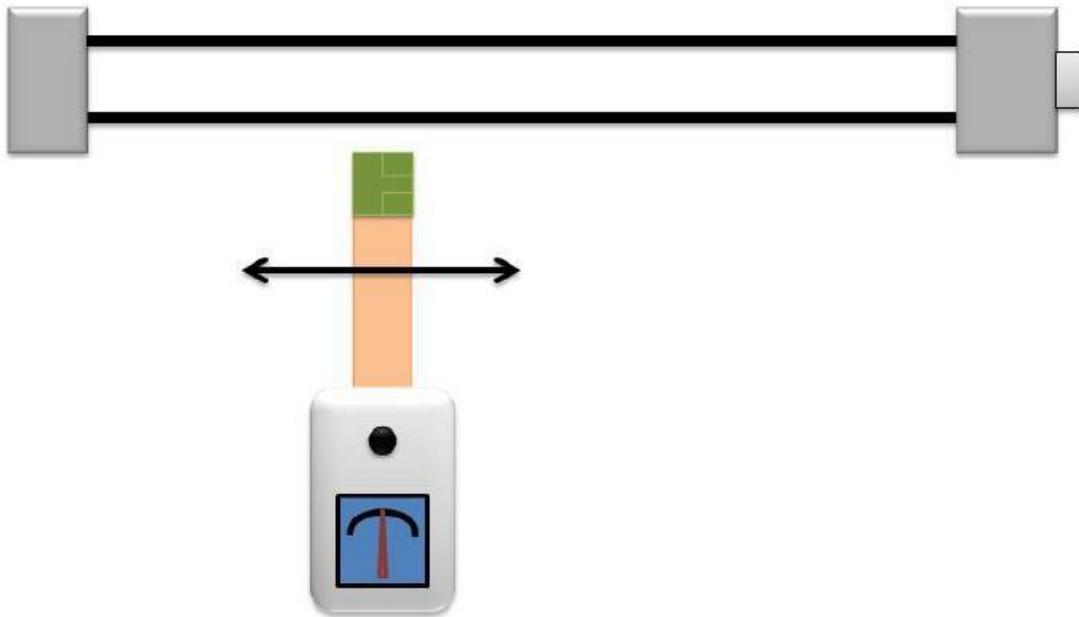

Figura 2: Mediciones de tensión.
- En cuanto a su uso, el medidor de tensión se deberá mover a través de la línea, pero **a un lado** de ésta (a unos 7 mm de distancia), es decir, como indica la Figura 2.